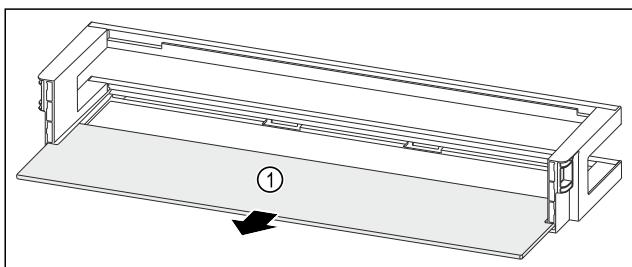

Fig. 131 Дверная полка со съемной полкой
- Извлеките съемную полку Fig. 131 (1).